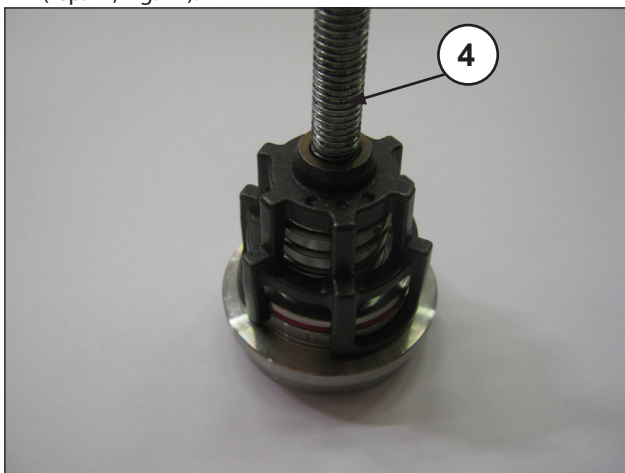

Fig. 17
- Démontez les ensembles soupape d'aspiration et soupape de refoulement en vissant une vis M10 suffisamment longue de manière à pouvoir agir sur la coupelle de soupape et à extraire le guide de soupape de son siège (rep. ④, Fig. 17).